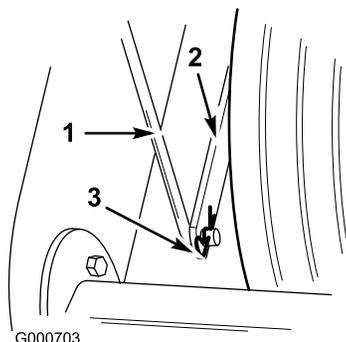

Figure 6
- Fixez le bas de la tige de commande de hauteur à la patte sur le support de roue avant à l'aide d'une goupille fendue (Figure 6).